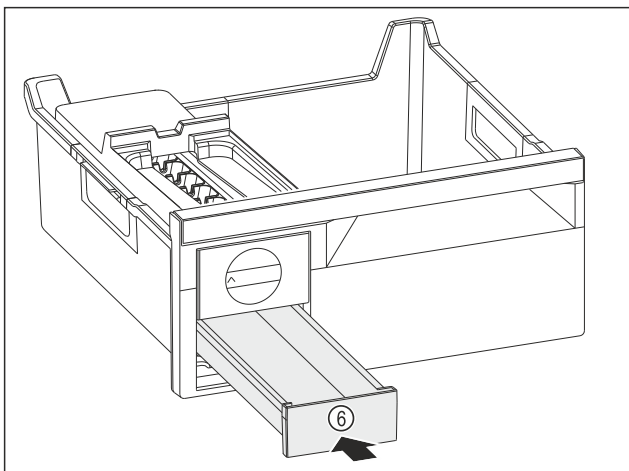

Fig. 177
- ▶ Spingere verso l'interno il cassetto del ghiaccio Fig. 177 (6).